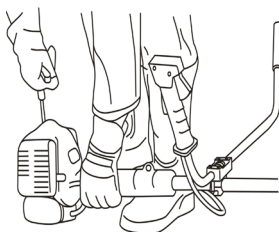

Fig. 15
- Tout en tenant fermement la débroussailleuse par la barre près du moteur, tirez fermement sur la poignée. Fig. 15